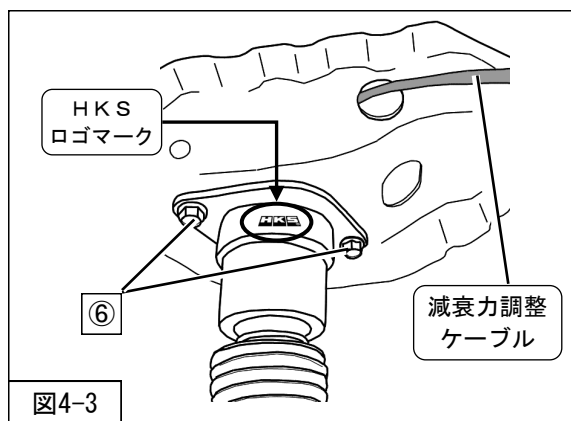

図4-3
3. ワイヤーケーブルを車両へ取付けた OUTER ケースに挿入しながら、リアショックアブソーバASSY (同梱品) ⑥リアショックアブソーバASSY アッパー取付ボルト (締付トルク: 40N・m) を取付けてください。(図4-3)